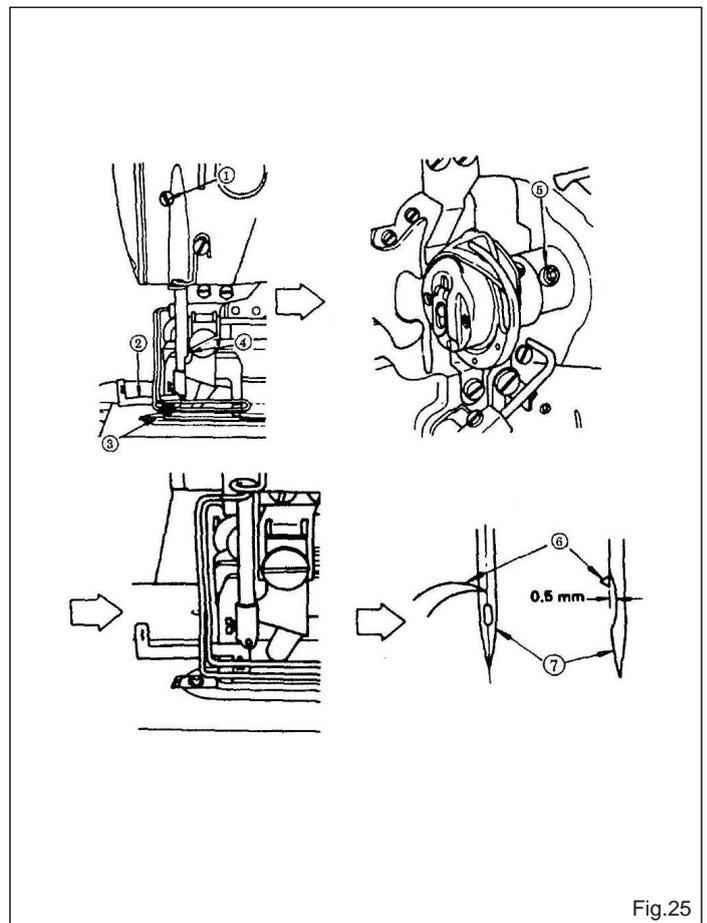

Fig.25
22. AJUSTE DA BARRA DA AGULHA-LANÇADEIRA (Fig. 25)